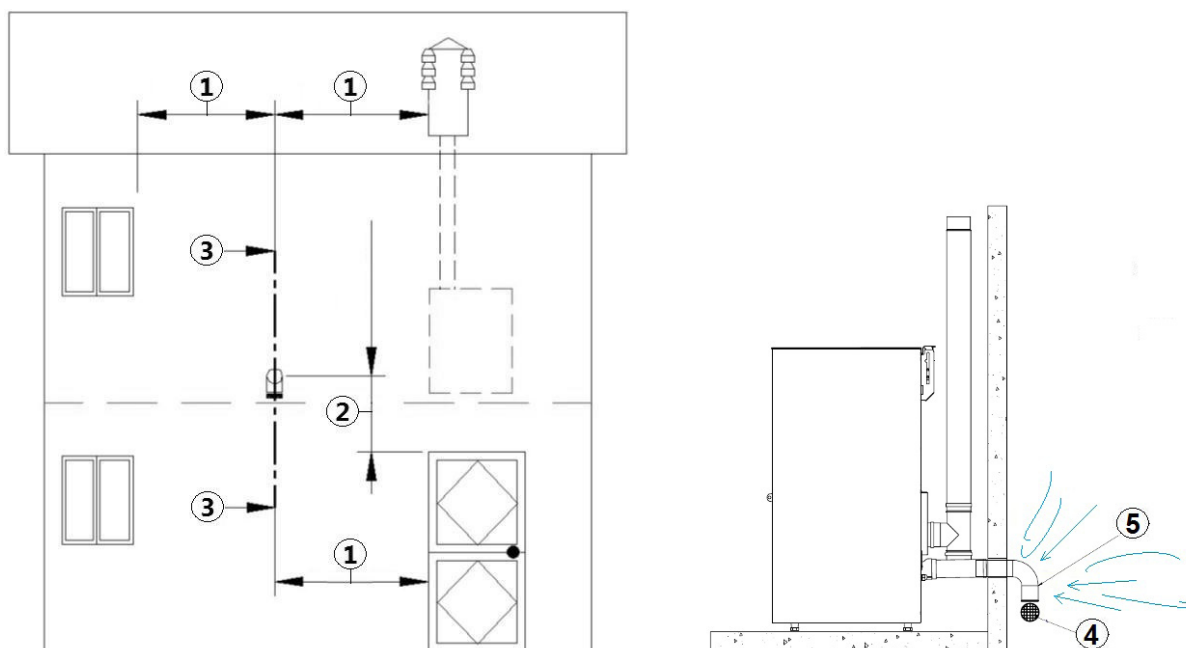

Fig. 9 - Öffnung für die Verbrennungsluft für eine hermetisch dichte Installation
- An der Außenwand muss eine 90°-Krümmung installiert werden, um die Verbrennungsluftzufuhr von den Auswirkungen des Windes zu schützen: Die Öffnung der Krümmung nach unten richten, siehe **Fig. 9 auf S. 11**.